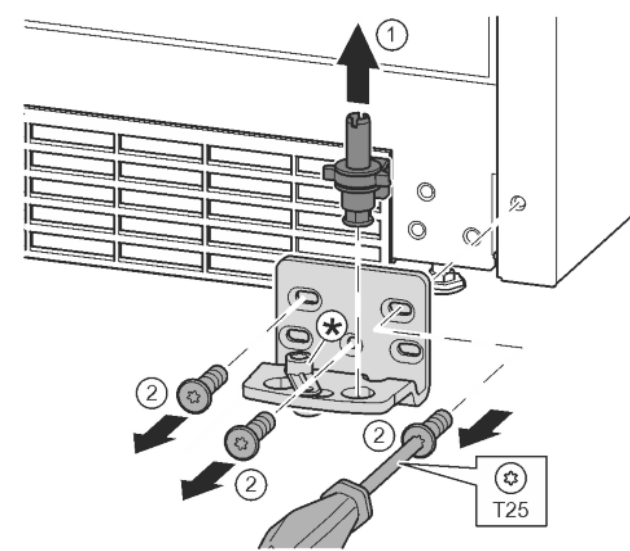

Fig. 16
- ▶ Опорний гвинт цілком витягніть рухом вгору. Fig. 16 (1)
- ▶ Викрутіть гвинти за допомогою викрутки T25 та зніміть опорний кронштейн. Fig. 16 (2)